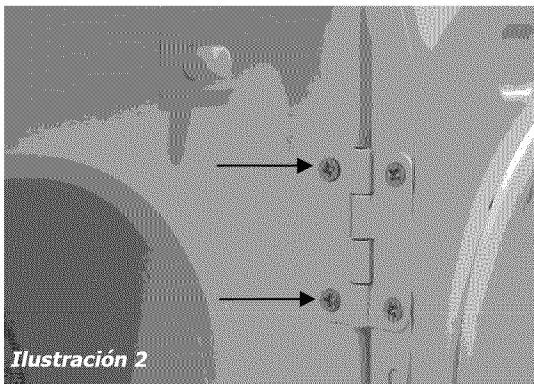

Ilustración 2
- 2 Afloje los cuatro (4) tornillos que sujetan la bisagra al Panel Frontal. (Ilustración 2) Para mejores resultados, quite solo uno de los tornillos. Luego quite los dos restantes, mientras sujeta la puerta firmemente, para evitar que caiga y cause un daño a la bisagra, al Panel o a la Puerta. Despues de aflojar los tornillos restantes, proceda a quitarlos completamente.